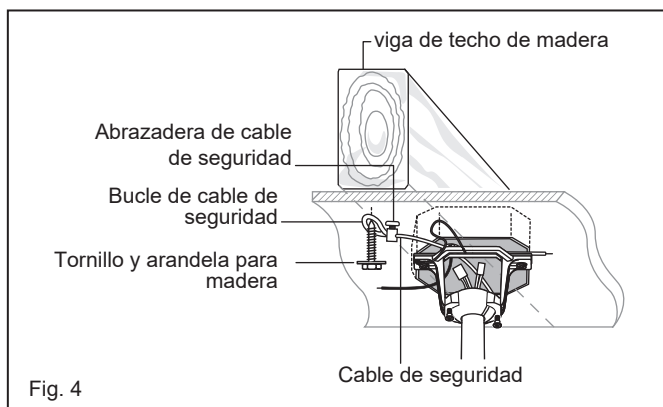

Fig. 4
NOTA: La pestaña opuesta a la abertura del soporte de suspensión debe encajar en la ranura de la bola. (Fig. 4)
- 2 Conecte los cables conductores negros del interruptor en la base A a los cables negros en la caja del interruptor. Cable de entrada activo a uno de los cables del interruptor de la base. El cable de alimentación del ventilador está conectado al cable restante del interruptor. (Fig. 4)